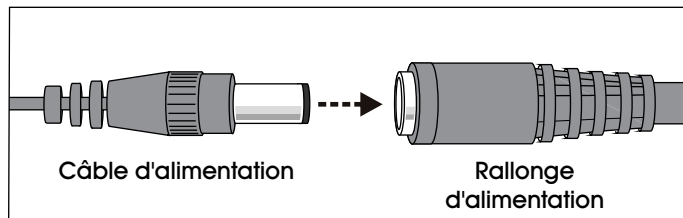

Figure 10
3. Si nécessaire, raccordez la rallonge d'alimentation de 10 pi. (Voir Figure 10)